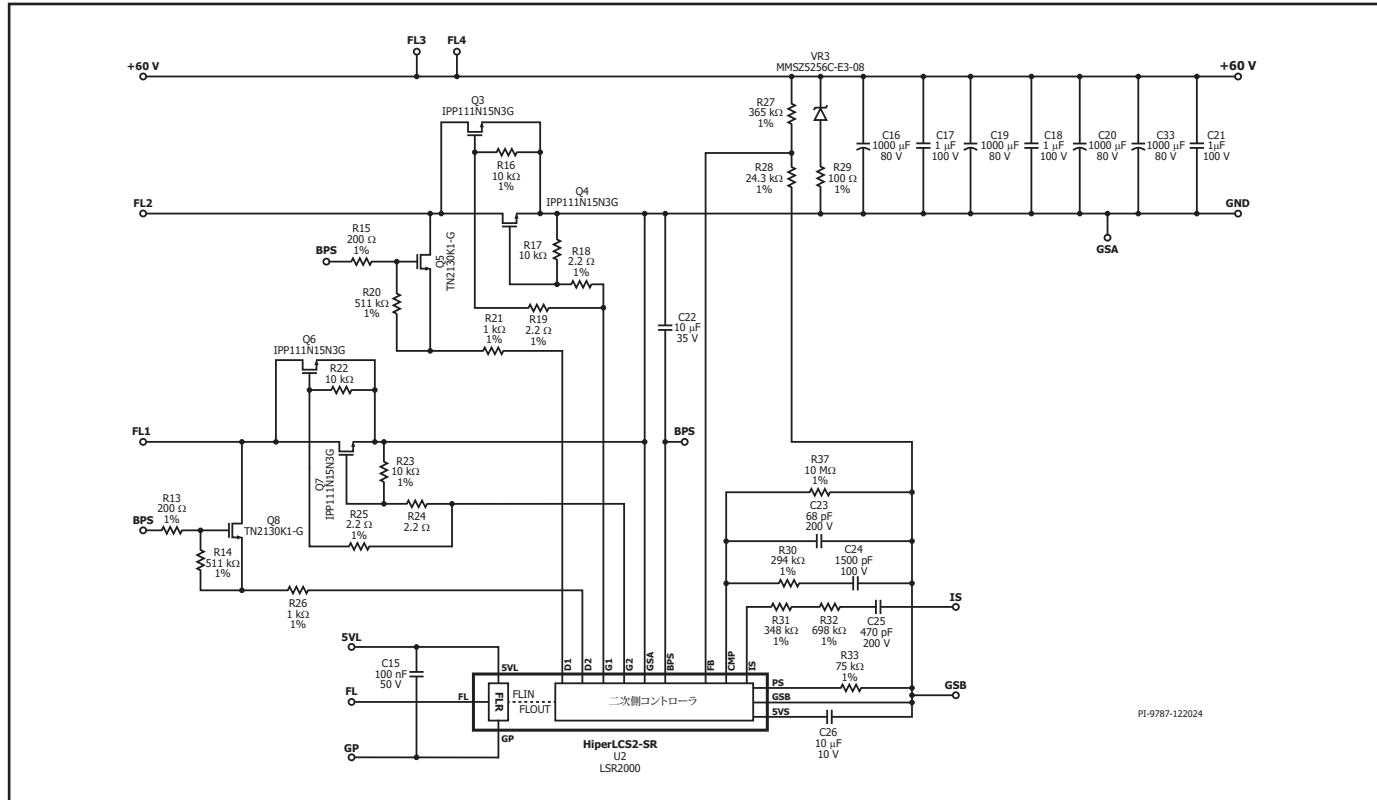

図 19. HiperLCS-2 絶縁および二次側 LSR2000C 1650 W, 60 V。
このセクションでは、図 19 の二次側回路図について説明します。HiperLCS2-SR (U2) には、絶縁された一次側ピンがあります。5VL ピンは、LCS2-HB (U1) から 5VL の電圧を受け取ります。GP ピンは、一次側の小信号グランド (GP) に接続します。コンデンサ C15 は、U2 の 5VL と GP ピンのローカル デカップリングを行います。FL ピンは、一次側 HiperLCS2-HB に FluxLink 信号を提供します。